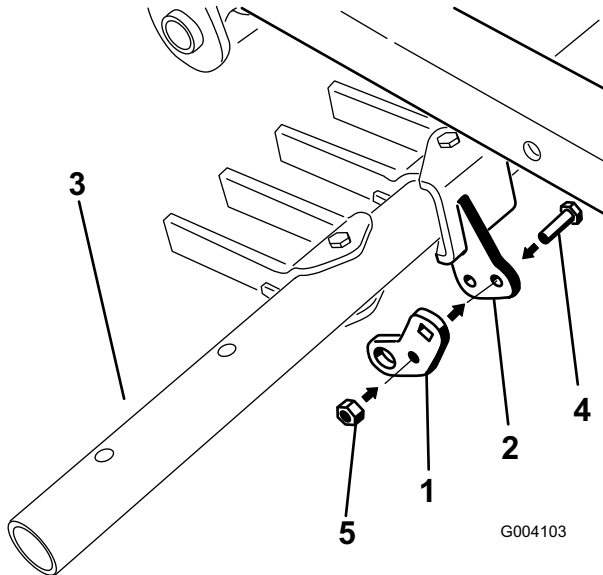

Figura 13
2. Instale provisionalmente la pestaña de giro (usando el taladro central de ésta) en el soporte de pivote de la barra de herramientas usando un perno (5/16 x 1 pulgada) y una contratuerca (5/16 pulgada) (Figura 13).
3. Apriete el perno de pivote central (elemento 4 en Figura 13) a 20 a 25 Nm.